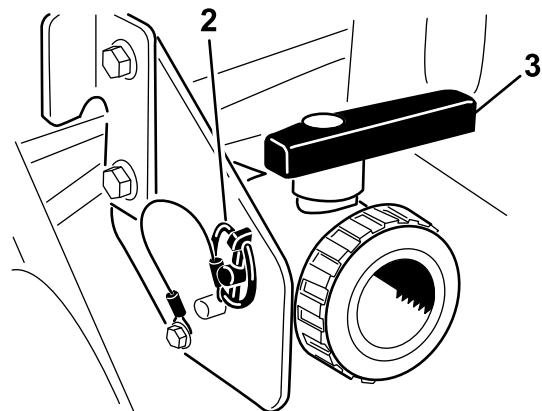

Bild 26
Öffnen Sie das Ventil, sodass nicht verwendete Materialien vom Behälter ablaufen können und entsorgen Sie diese gemäß der lokalen Vorschriften und der Vorschriften des Herstellers (Bild 26). Nehmen Sie nach dem Ablassen den Klapptecker von der Halterung ab, mit der das Ablassventil an der Maschine befestigt ist, und legen Sie das Ventil auf den Boden. Dann kann Restmaterial in der Leitung ablaufen.
3. Wenn der Behälter ganz geleert ist, setzen Sie das Ventil mit dem vorher abgenommenen Klapptecker im Rahmen ein und schließen Sie das Ablassventil (Bild 26).